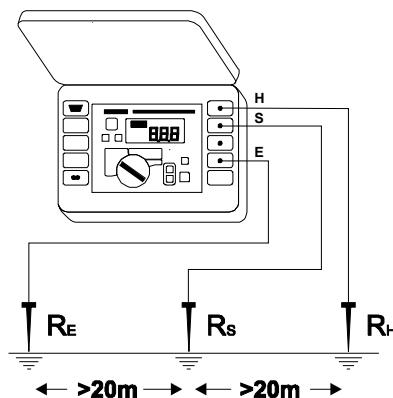

Рис. 8. Трехполюсная схема для измерения сопротивления заземления
- Соединить заземлитель с измерительным гнездом **[4]** измерителя, обозначенным как „**E**” (Рис.8);